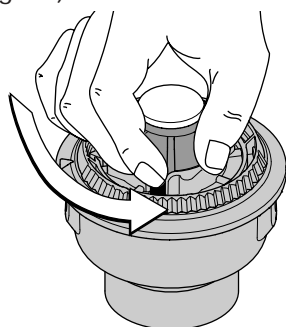

Fig. 28
1. Tenez la bobine extérieure et dévissez le bouton de butée à gauche (Fig. 28).